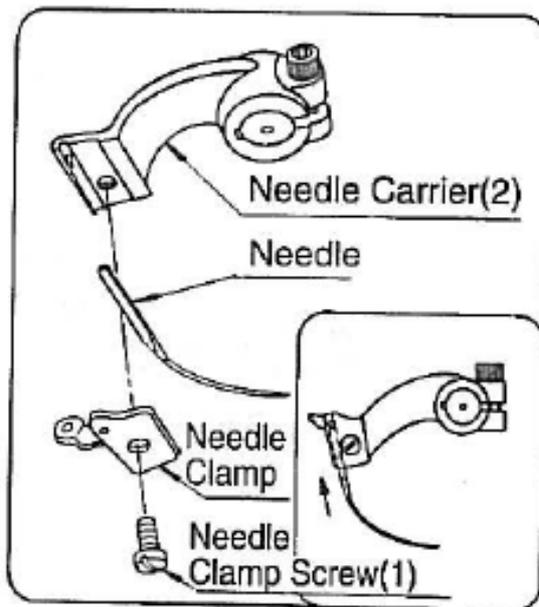

Fig.8
4. SOSTITUIRE L'AGO (FIG.8)
Alzare l'ago nella sua posizione più alta girando la ruota in senso orario e allentare la vite del morsetto dell'ago (1) circa due giri, quindi sostituire l'ago e inserire il nuovo ago nel supporto dell'ago (2) e spingerlo tanto in alto quanto andrà. Installare il morsetto dell'ago e stringere la vite del set per il morsetto dell'ago. (Riferirsi a Fig.8)